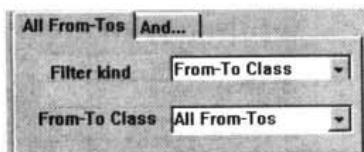

图 10-72 规则范围设置为指定的 From-To 类
- From-To Class: 指定 From-To 类。选择此项后，规则适用范围为指定的一类 From-To 连线，在 From-To Class 下拉列表中选择 From-To 类，如图 10-72 所示。